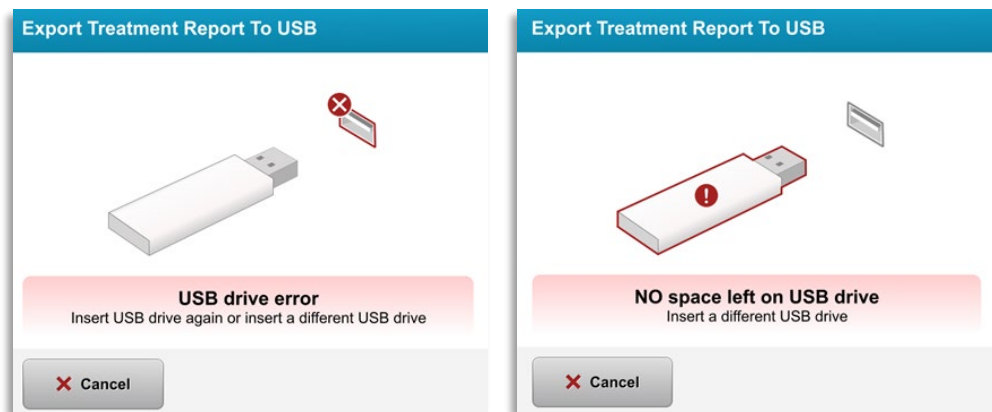

Bild 3-41. USB-fel och inget utrymme kvar på USB-minnet
- Om USB-minnet är fullt eller om systemet inte kan läsa USB-minnet visas ett felmeddelande, som kan ses på bild 3-41.